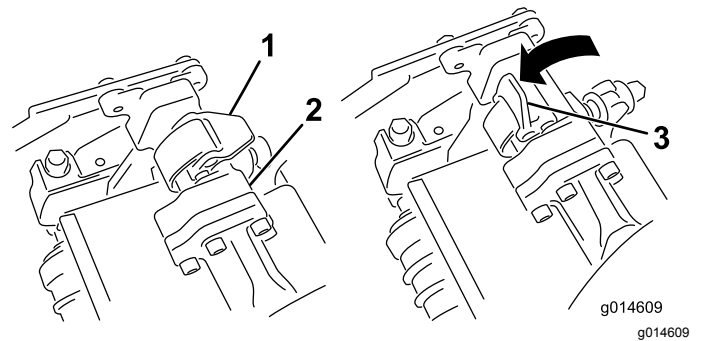
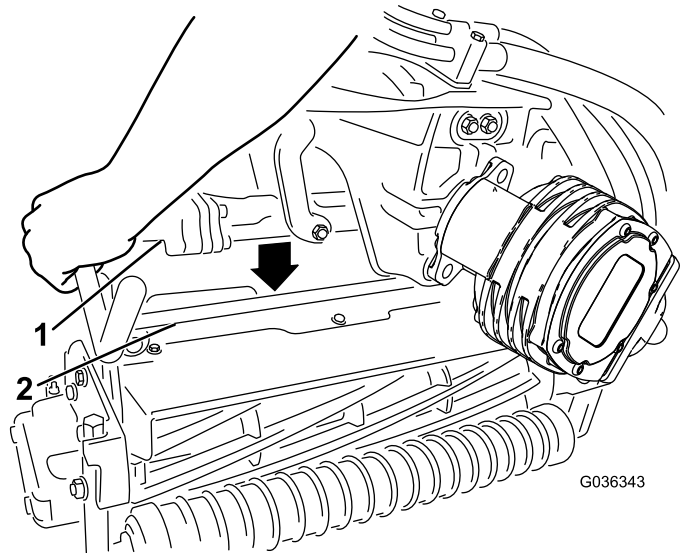

Figure 48
Figure 49
4. Les verrous de la barre de bras de suspension étant orientés en haut (c.-à-d. ouverts) (Figure 48), poussez le bras de suspension vers le bas pour que la barre s'engage sur la barre transversale au sommet de l'unité de coupe (Figure 49).
5. Fermez les verrous autour de la barre de l'unité de coupe et bloquez-les en place (Figure 48).
5. Ouvrez les verrous sur la barre du bras de suspension appartenant à l'unité de coupe que vous voulez déposer (Figure 48).